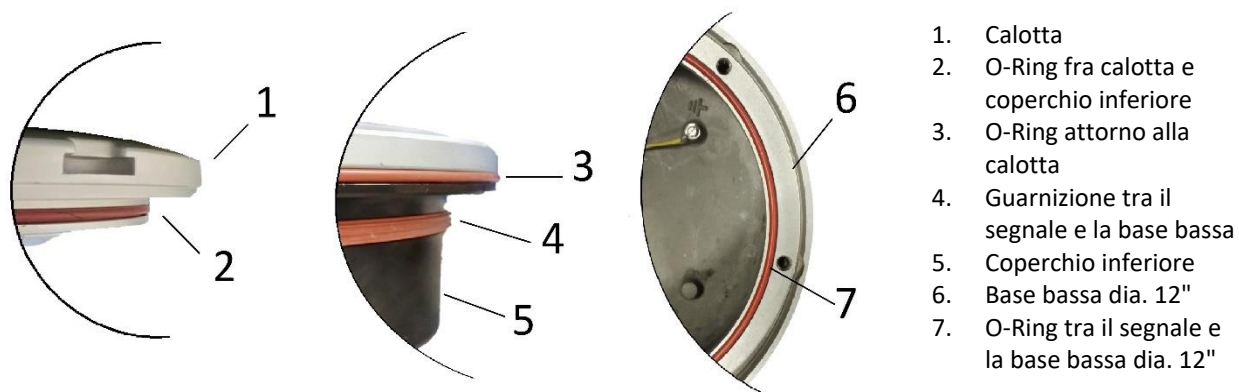

Figura 26– Guarnizioni del segnale
- una guarnizione O-Ring fra calotta e coperchio inferiore (Figura 26 - n°2);
- una guarnizione O-Ring attorno alla calotta (Figura 26 - n°3);
- una guarnizione fra il segnale e la base bassa dia. 8" (Figura 26 - n°4);
- una guarnizione O-Ring fra il segnale e la base bassa dia. 12" (Figura 26- n°7);